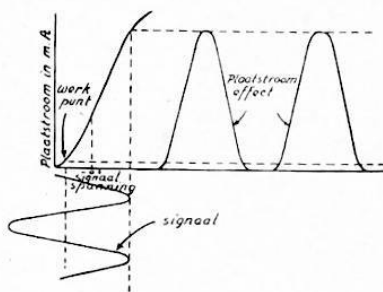

Fig. 4. Het gedrag van de in „B” schakeling opgenomen lamp.
De groote vooruitgang zou echter eerst na 1920 een aanvang nemen. In het begin van de omroep in 1919 en enkele jaren daarna bediende men zich nog steeds van de oorspronkelijke koolmicrofoon, welke echter ter verbetering (!) voorzien was van een trechter, zooals we die later op de z.g. luidsprekende telefoon zagen toegepast. Dat zoo'n trechter de boel nog eens extra hielp bederven besepte men toen nog niet. Onderwijl echter produceerde de Heer Sykes, in samenwerking met Marconi, de eerste „dynamische” microfoon. Deze bestond uit een ijzeren pot (A in fig. 4), welke van binnen door een spoel „C” omgeven was en door middel van een groote accu tot een sterke magneet werd gepromoveerd. In de lichtspleet, zwaar gedempt door watten, was een licht spoeltje (B) opgehangen, dat door de geluids-trillingen in beweging werd gebracht. Beweegt